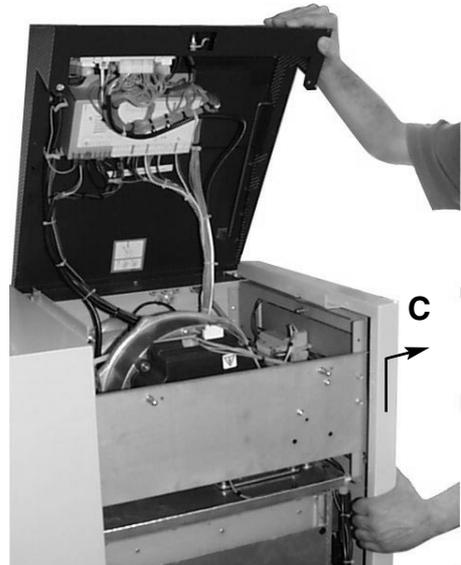

fig. 4
- Per togliere il pannello laterale destro C, tirarlo verso l'alto e poi verso di se' (fig. 4)